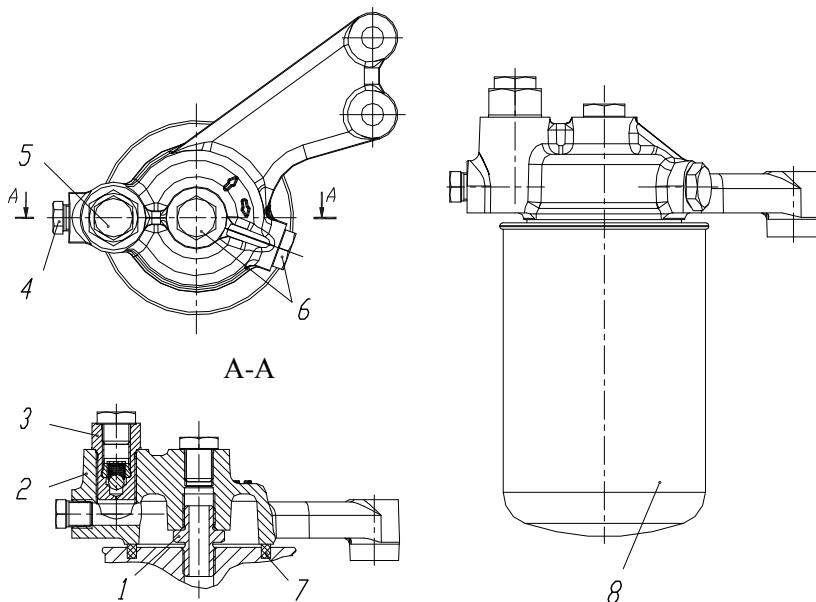

Рис. 6. Фильтр тонкой очистки топлива
На двигателе устанавливается фильтр тонкой очистки топлива 7511.1117010 со сменным фильтром (рис. 6).
2. Отвернуть сменный фильтр для топлива 8 (рис. 6). В случае затруднённого отворачивания фильтра использовать специальный съёмник.